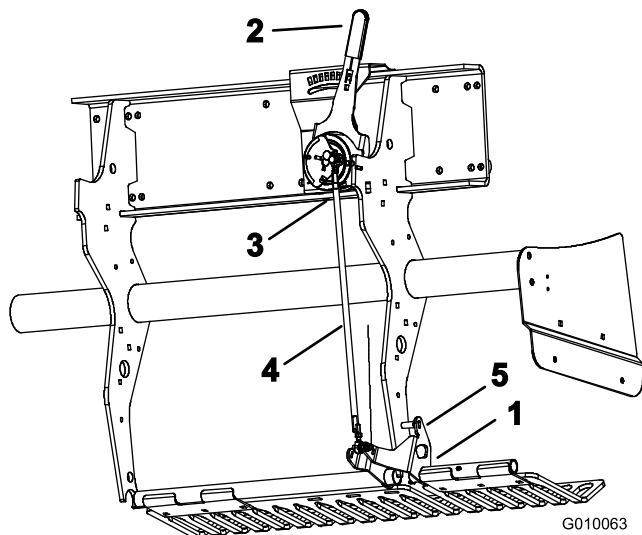

図 58
(図 58) を上に回転させて、固定ピン
2. 芝面追従レバー (図 58) を H (一番深い設定) にする。
3. アウトボード・ボール・スイッチ (図 58) をワイヤ・ハーネス (ヘッド降下スイッチ) から外す。
4. 深さ調整タイロッドのジャムナット (左右) をゆるめる (図 58)。